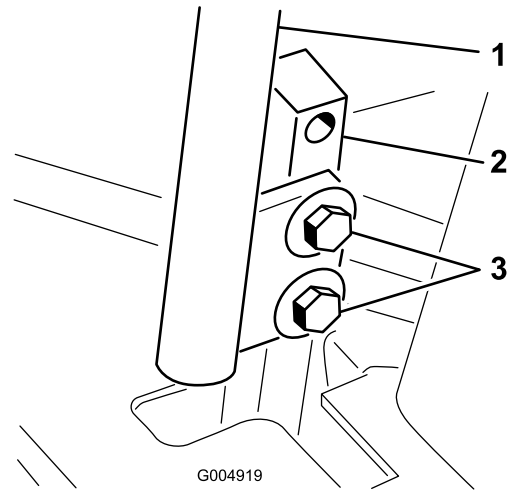

Figura 68
- Afloje los pernos que sujetan las palancas de control (Figura 68).